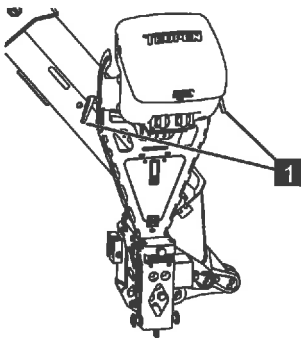

Abb. 211
2. Befestigungshebel lösen (Abb.211/1).